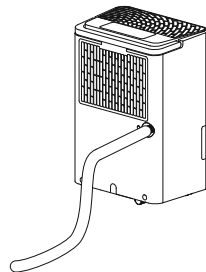

Рис. 4.
B. **Непрерывный слив (Рис. 4).** Для слива конденсата подсоедините дренажный шланг (длина 1 м) к отверстию в верхней части бака и организуйте отвод воды в специальную емкость либо в канализационное отверстие.